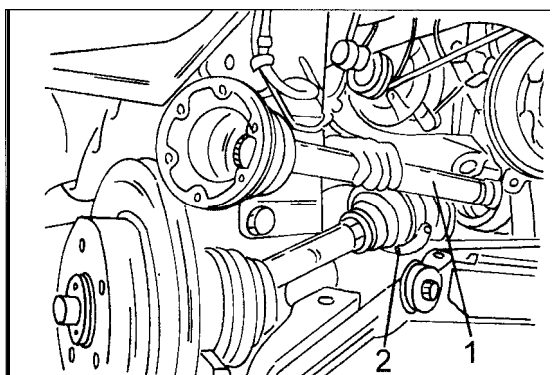

Bild 263
- Den Federspannstift (8) in Bild 262 von aussen nach innen zu mit einem passenden Zylinderschaftdorn aus dem Lager (2) ausschlagen. Anhand der Einzelheiten in Bild 263 kann man sehen, wo sich der Spannstift befindet.